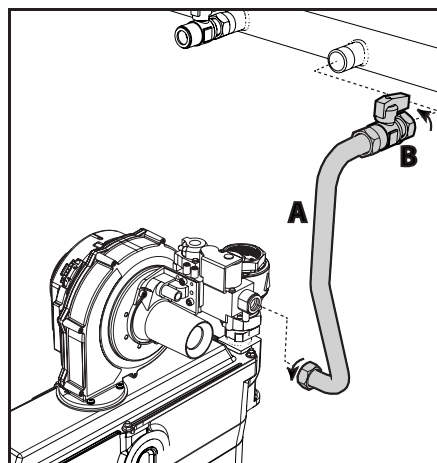

Рис. 66
5. Ослабьте хомуты и отсоедините газовую трубку «А» вместе с вентилем «В» (рис. 66).